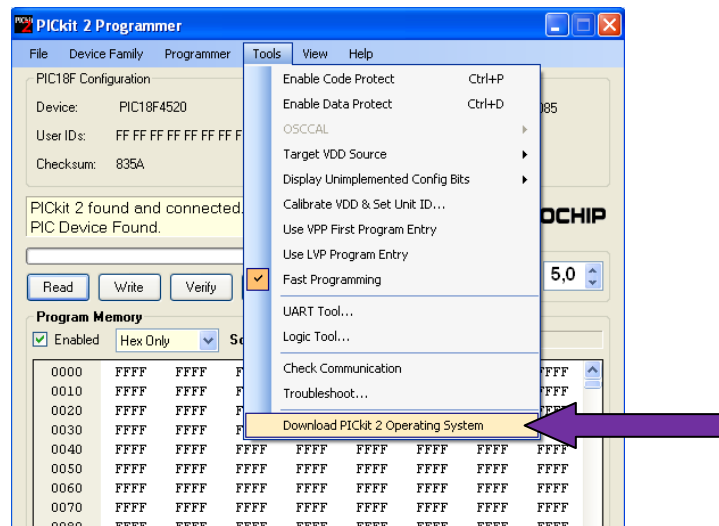

Figura 21
- Vá em tools -> Download PICkit 2 Operating System conforme figura 21.